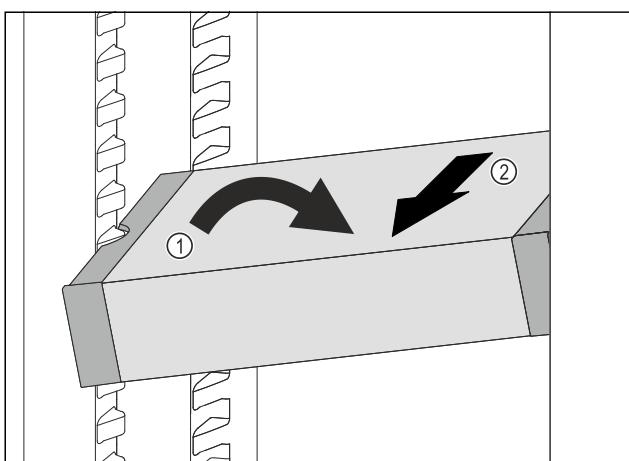

Fig. 103
- Расположите VarioSafe в холодильном отделении под наклоном. Fig. 103 (1)
- Извлеките VarioSafe движением вперед. Fig. 103 (2)